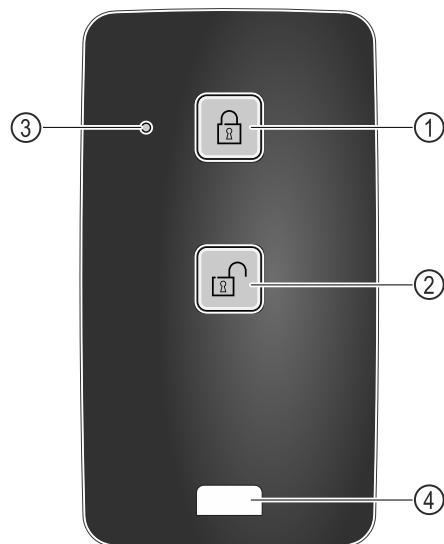

Fig. 219
- Pulsar el botón Fig. 219 (1) del mando a distancia.
- Pulsar el botón Fig. 219 (2) del mando a distancia.
- El LED de estado Fig. 219 (3) emite una señal visual al pulsarse el botón.
- Anilla Fig. 219 (4) para la fijación del mando a distancia, p. ej., en un llavero.